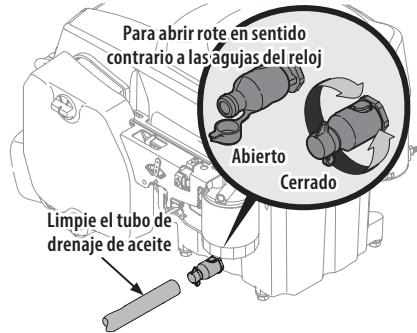

Figura 35
4. Abra la tapita protectora del extremo de la válvula de drenaje para visualizar el orificio de drenaje (Figura 35).